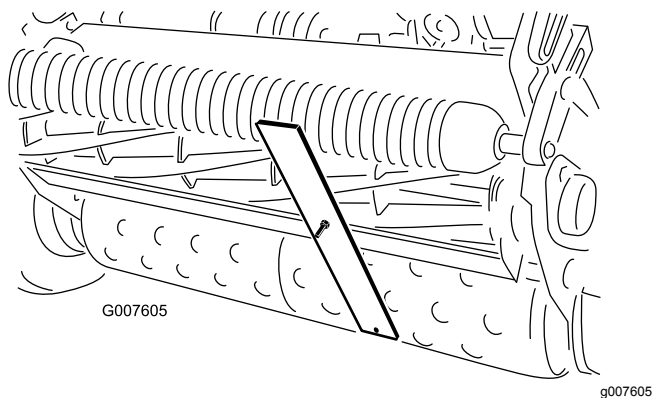

图56
4. 将螺丝头钩在底刀的刀刃上并将调刀尺的后端放到后滚筒上 图56。